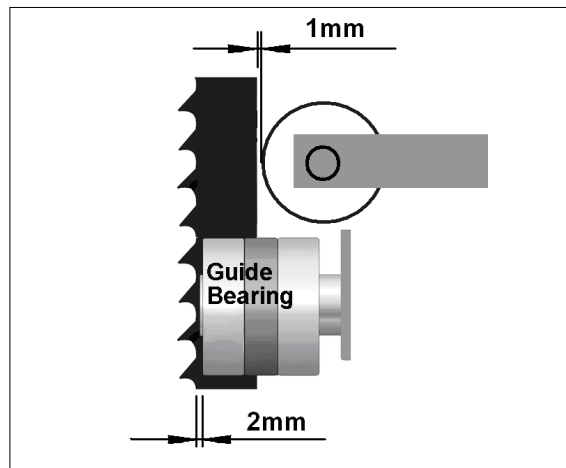
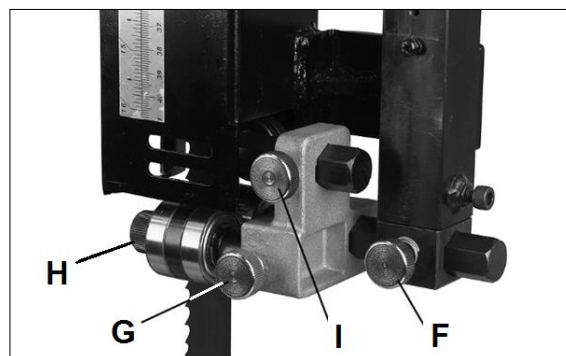

Fig 41
Fig 42
Desserrez le bouton de verrouillage (F, Fig 42).
Positionnez l'ensemble du guide vers l'avant/ l'arrière afin que les dents restent à une distance d'environ 2mm des rouleaux du guide (Fig 41).
Desserrez le bouton de verrouillage (I, Fig 42). Réglez le rouleau de guide arrière afin que la distance vers la lame de la scie soit de 1mm (Fig 41).
Positionnez l'ensemble du guide vers l'avant/l'arrière afin que les dents restent à une distance d'environ 2mm des rouleaux du guide (Fig 41).
Réglez le rouleau de guide arrière avec la vis de réglage (P) afin que la distance vers la lame de la scie soit de 1mm (Fig 41).